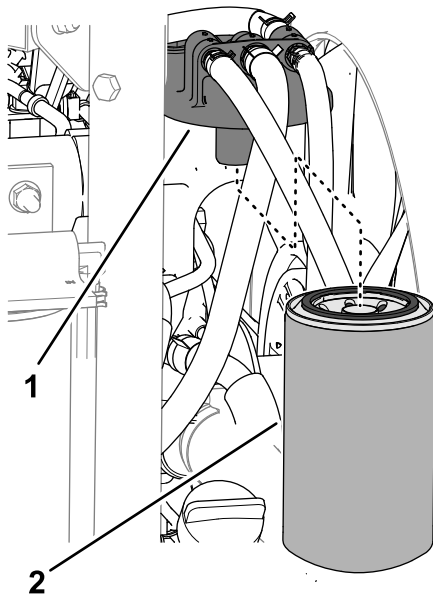

Figura 117
2. Limpe a zona em torno da cabeça do filtro de combustível (Figura 117).
3. Retire o filtro e limpe a superfície de montagem da cabeça do filtro (Figura 117).